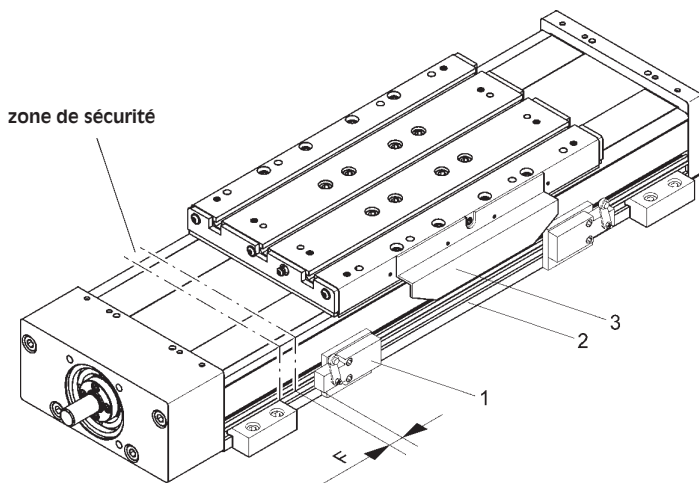

Figure 6
1. **Figure 6:** desserrer la vis de blocage du capteur de fin de course mécanique (1).
2. Déplacement du capteur de fin de course (1) dans le profilé tubulaire en aluminium (2) jusqu'à la position souhaitée.